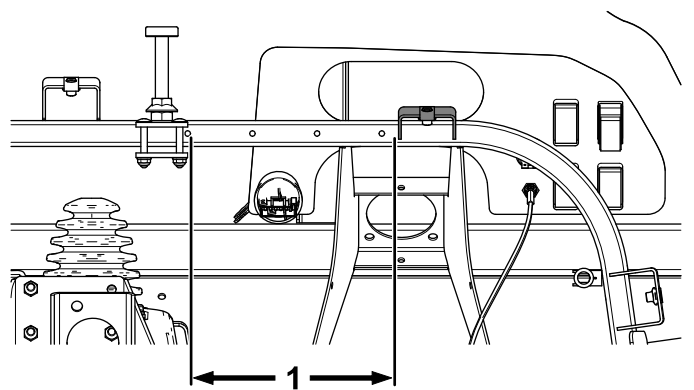

図 35
1. フードブラケットの下縁から 207 mm の位置にマーキングする 図 35。